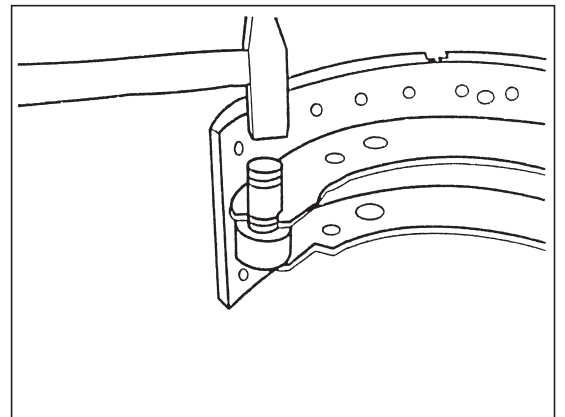

図 .4-4-2
③ ベアリングボルトの面を取って有る側を下にして打ち込む。両側のリングがベアリングボルトの溝にしっかりとまり込むことを確認する。(図4-4-2)